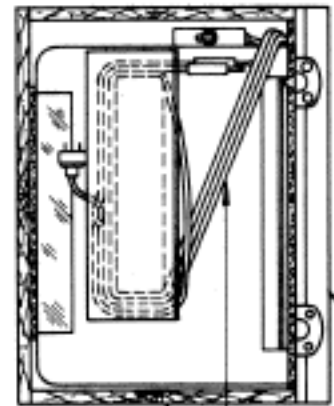

FIGURE 3.
8. WRAP POWER AND LINE CORDS AROUND COPYHOLDER AS SHOWN IN FIGURE 3.